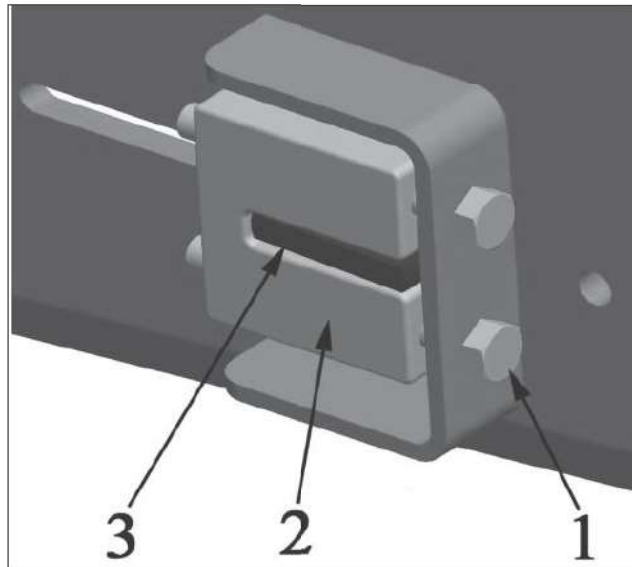

Figure 6.19 - Spanbout onderste dek
3. Draai de spanbouten helemaal los, item 1, afb. 6.19.